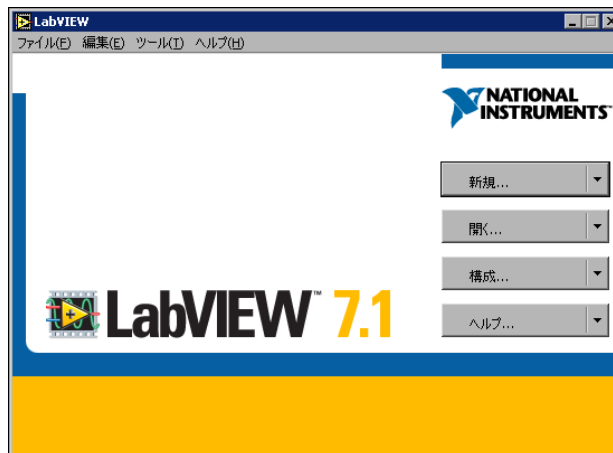

図 1-2 LabVIEW ダイアログボックス
2. 図 1-2 に示す **LabVIEW** ダイアログボックスで、**新規**ボタンをクリックして、**新規**ダイアログボックスを表示します。